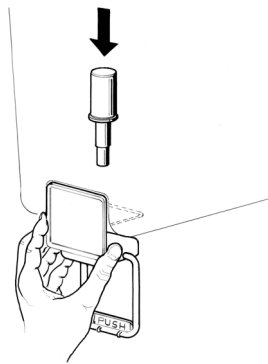

figura 6
**3 Grifo en acero inox por gravedad:** montar la palanca mando grifo y enfilar el pistón unido a la su junta (ver figura 6).